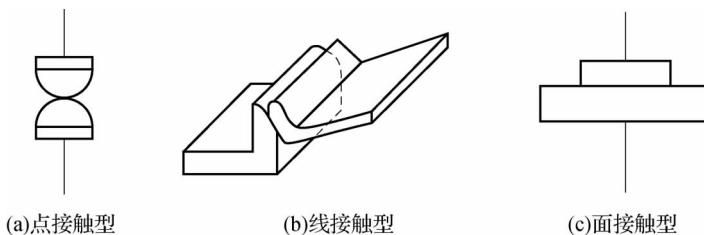

图 1-9 触头的接触形式
触头也称为触点,是电磁机构产生磁力后拉动的执行机构。触头一般分为主触头和辅助触头,特别是主触头,在闭合和断开操作(控制感性负载)时会有感应高电压产生,这部分的能量会以弧光放电的方式进行释放。另外,主触头通过的电流比较大,因而,对触头的接触形式要求很高。触头的接触形式如图 1-9 所示。
(1) 图 1-9(a)为点接触型触头,它由两个半球形触头或由一个半球形与一个平面形触头接触而成,相比之下其接触面积小,适合在电流比较小的电器中使用,如继电器的触头或接触器的辅助触头。
(2) 图 1-9(b)为线接触型触头,它由两个圆柱面接触而成,在通断过程中通过滚动或滑动实现触头的接触,接触面积比点接触型触头大。同时,在接触过程中还可以自动清除触头表面的氧化膜,保证触头的良好电接触。所以其适合在中等容量的触头系统中使用,如中间继电器的触头或中小型接触器的主触头。
(3) 图 1-9(c)为面接触型触头,它由两个平面触头接触而成,接触面积较大,触头接触的压力也大。因此,可以通过较大的电流,常用在容量较大的接触器中做主触头使用。